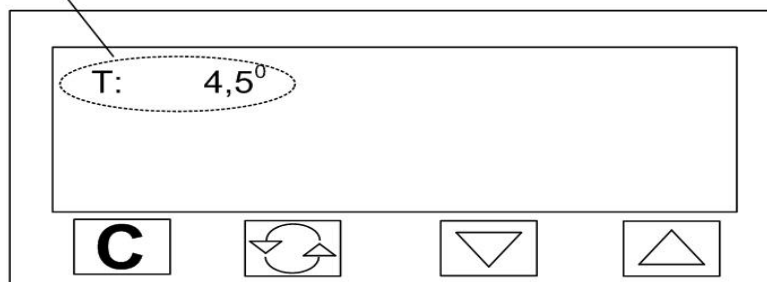

Рисунок 4
1). Исходное состояние (Рис.4).
При нажатии на кнопку «» происходит запуск устройства в работу – рабочий режим. Показания индикаторного табло прибора в зависимости от числа записанного в меню регулятора «**РЕЖИМ 1**», в общем случае, представлено на **Рис.4,5**, В рабочем режиме прибор производит управление внешними устройствами в соответствии с заданием, введенным в программном режиме. Из режима регулирования прибор можно перевести в состояние паузы или состояние с возможностью ручного управления мощностью. Порядок действия с прибором, его возможности, назначение каждой из восьми зон индикатора в зависимости от действий оператора представлено в **Табл.4,5**.